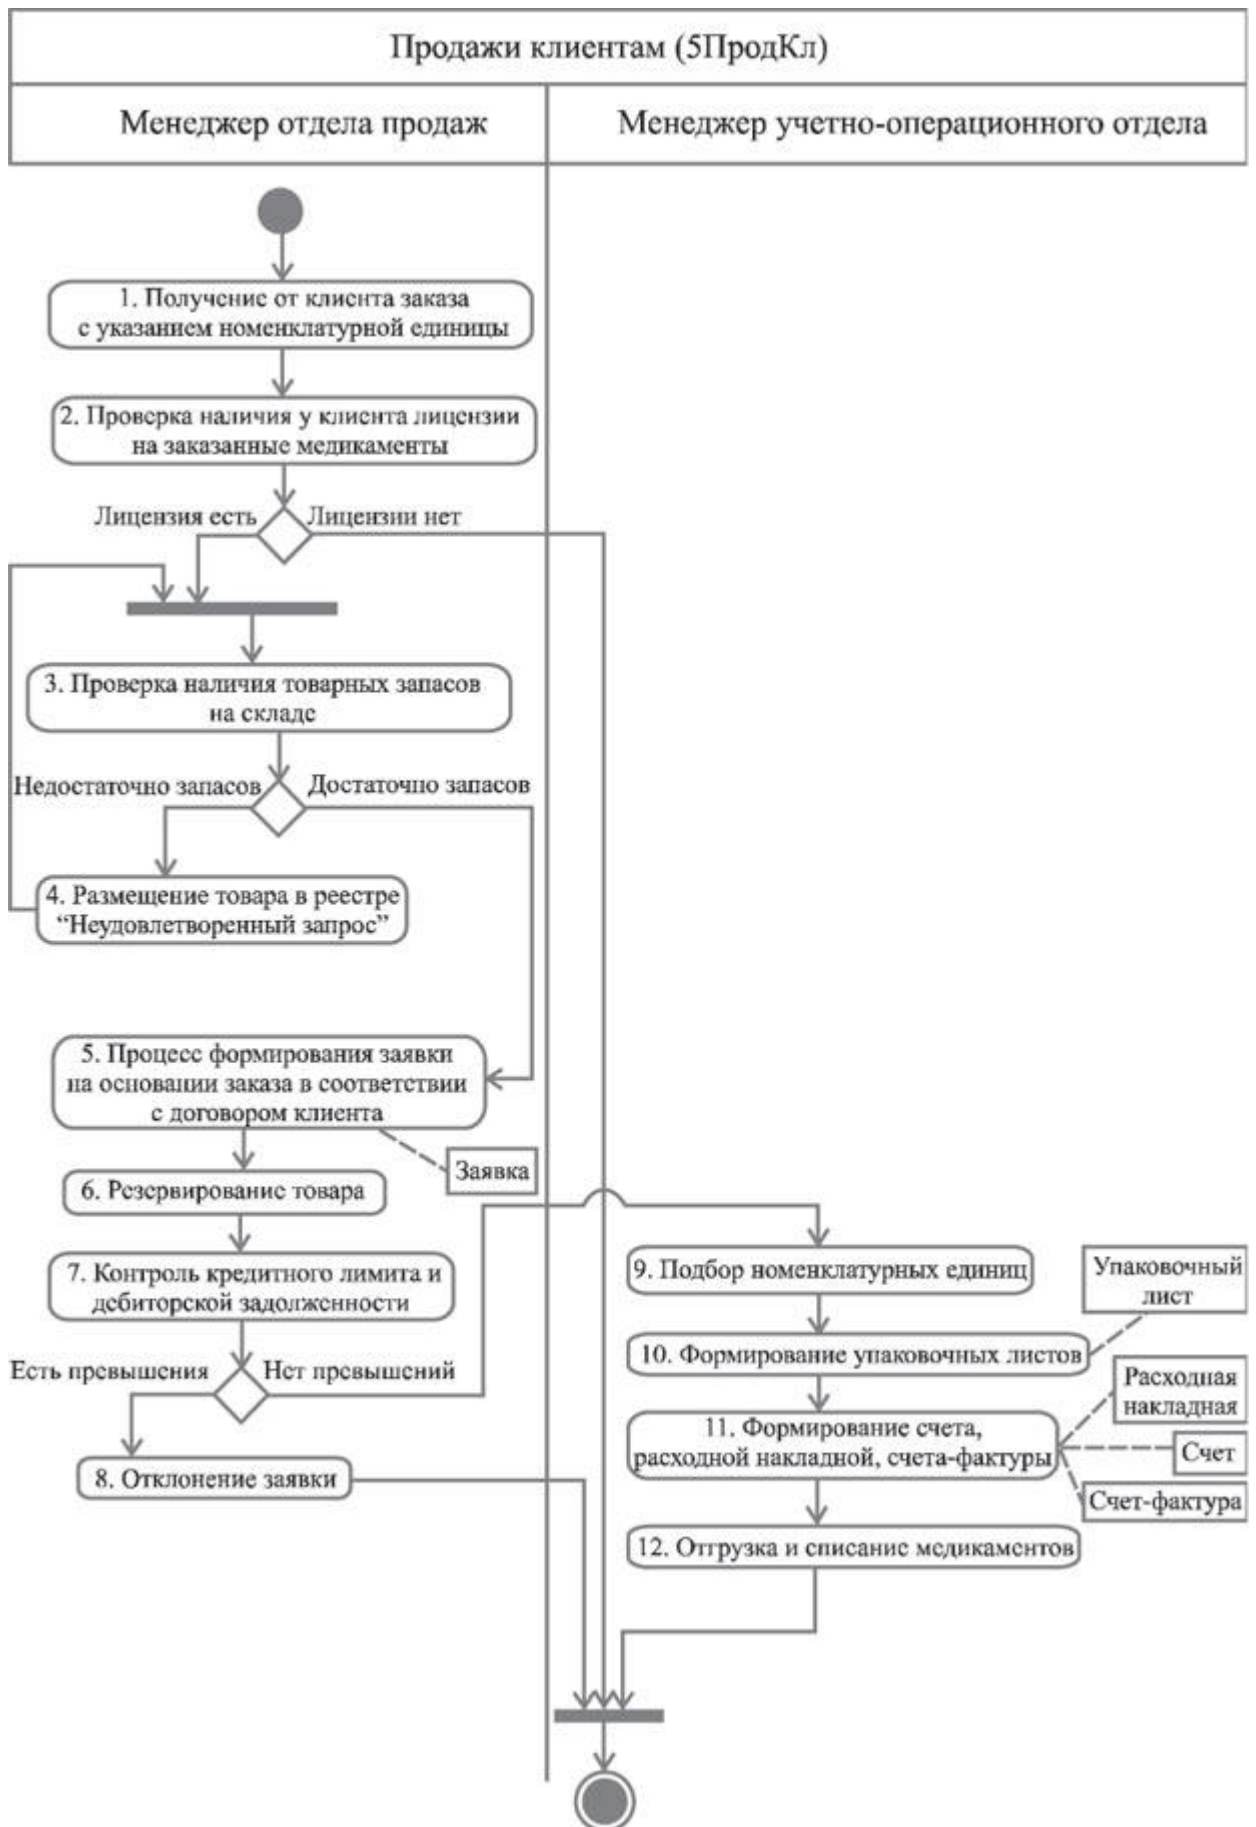

Рис. 11. Диаграмма действий бизнес-процесса "Продажи"
Общий вид диаграммы действий бизнес-процесса "Продажи" представлен рис. 11.
1. В графе 1 проставьте краткое наименование диаграммы - 5Прод\_Кл. Кроме того, в этой графе в каждой строке укажите номер операции, соответствующий изображению на диаграмме действий (рис. 11).